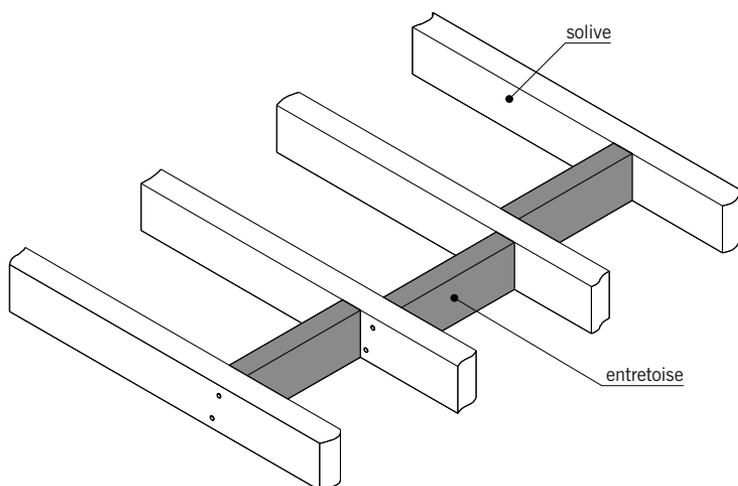

fig. 4.24
■ L'**entretoise** ou l'**étréssillon** (fig. 4.24) : petite pièce de bois placée entre les solives afin d'empêcher ces dernières de se gauchir (de se déformer par torsion). Les entretoises sont posées en quinconce pour permettre leur fixation par clouage.